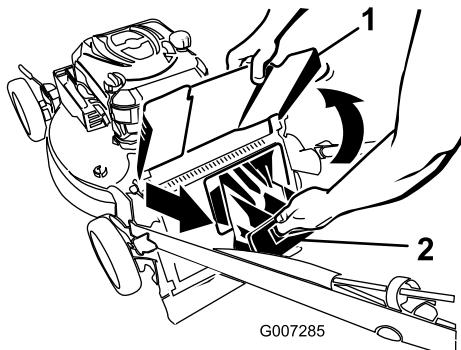

Figura 23
2. Levante y sujeté el deflector de descarga (Figura 23).
3. Saque el tapón de descarga trasero (Figura 23).